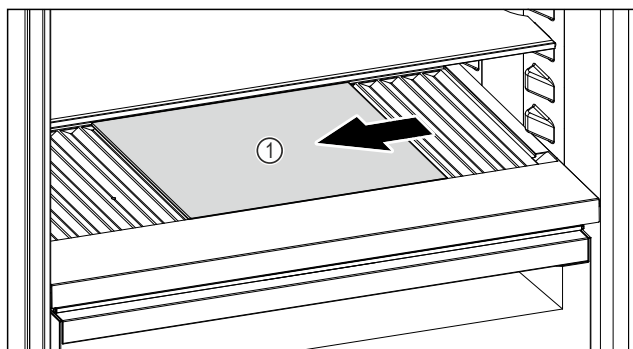

Fig. 140
- Skleněnou desku Fig. 140 (1) posuňte doleva, doprostřed nebo doprava.